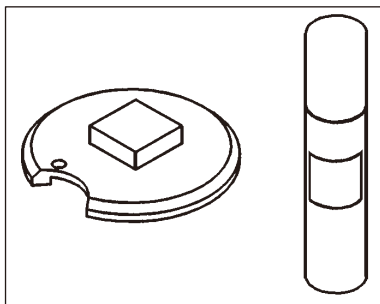

Рис. 19
- Закрепите образец с помощью цианакрилатного клея на диске для образцов (→ Рис. 19).